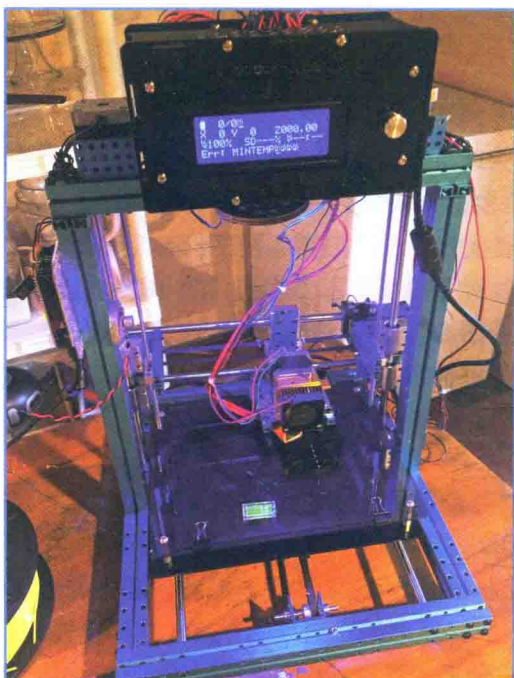

图 9.8 3D 打印机用塑料输出 3D 形状
- **3D 打印机**——3D 打印机（见图 9.8）用融化的塑料细丝一层一层地合成三维物体。和激光图案一样，互联网上有丰富的 3D 打印机设计，可以从其他制作者的项目得到灵感。这是很好的学习方法，与一切都自己动手相比，它更快地形成原型。